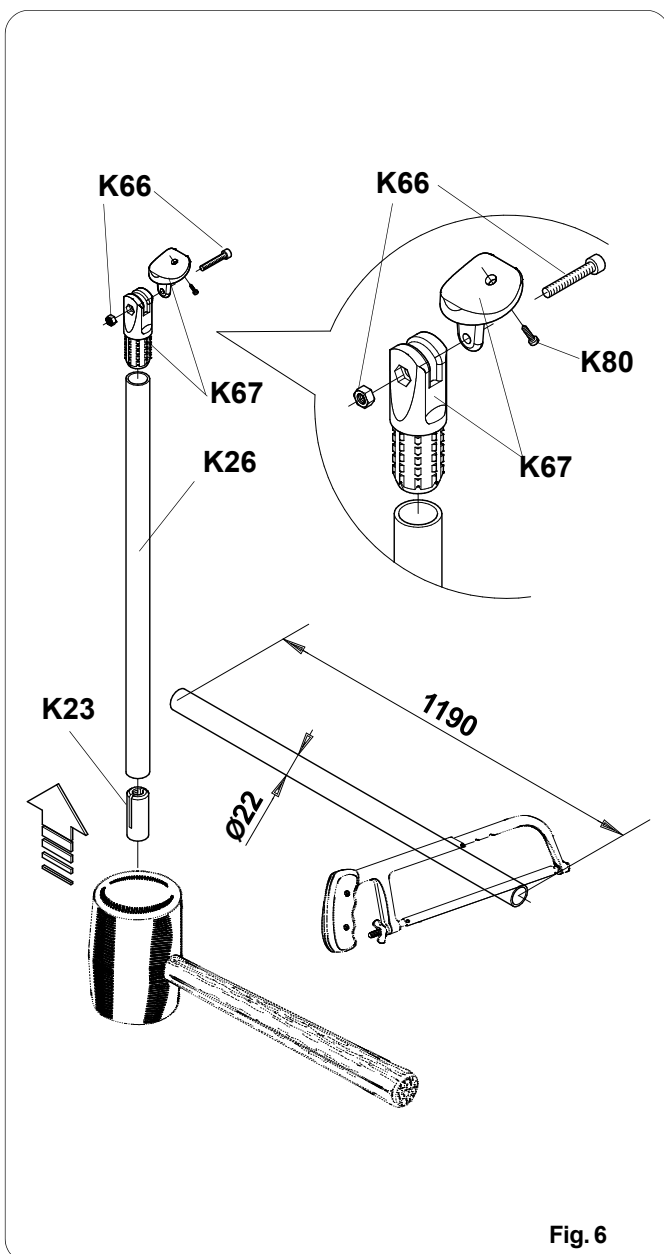

Fig. 6
- Monter les colonnes comme indiqué fig. 6